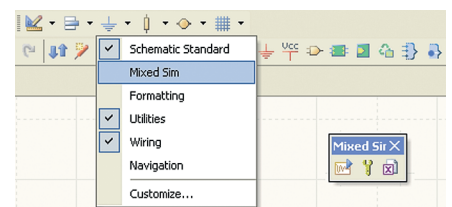

Рис. 3. Добавление панели Mixed Sim
**Шаг 7 – установка параметров анализа.** Для моделирования используется специальная панель *Mixed Sim*, которая в Altium Designer по умолчанию скрыта. Чтобы отобразить эту панель в рабочей области, необходимо нажать правой кнопкой мыши на любой панели инструментов и в выпадающем списке указать нужную панель (см. рис. 3).